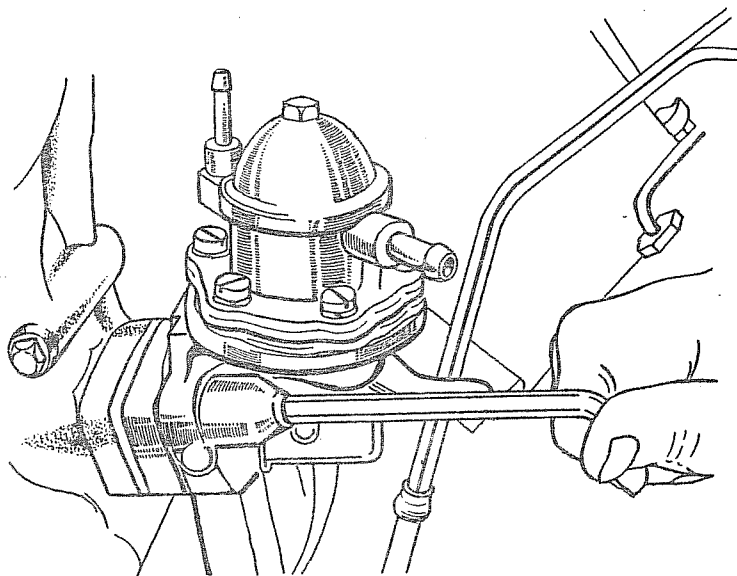
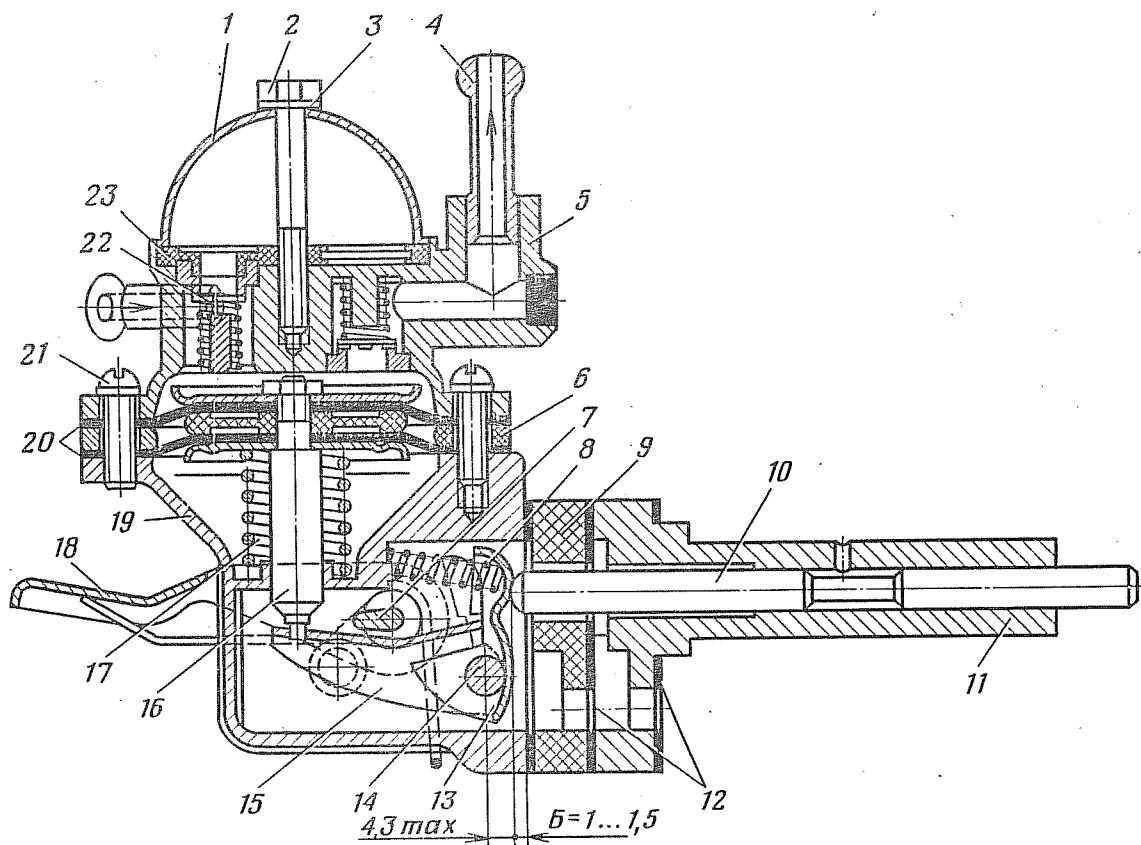

Рис. 45. Снятие топливного насоса
Рис. 46. Топливный насос с деталями установки:
1.4. Отвернуть гайки крепления топливного насоса в крышке распределительных шестерен (рис. 45), снять насос и при необходимости проставку 9 (рис. 46), направляющую 11 со штангой 10 и прокладки 12 (головка 13, вороток).
2.1. Нажать на рычаг 18 (рис. 46) заполнителя насоса до начала рабочего хода, замерить расстояние между рычагом и сопрягаемой плоскостью корпуса насоса (штангенциркуль ШЦ-I-125-0,1).
Размер А регулируется изменением толщины прокладок 12 (рис. 46).